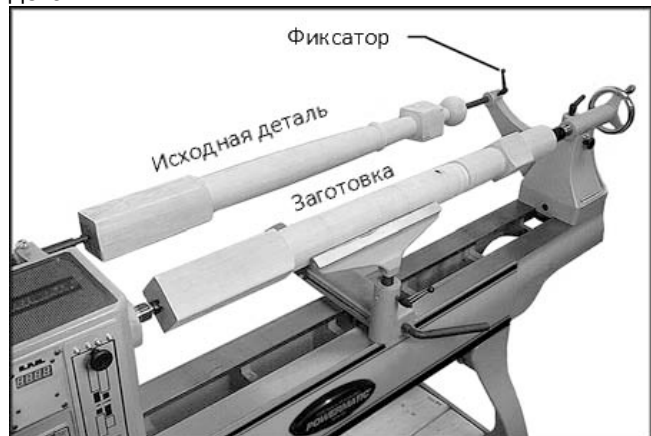

Рис. 30 (С опциональным удлинением станины)
3. Установите неподвижный центр копира в кронштейн копира и затяните рукоятку. См. Рис. 30.
5. Установите исходную деталь между центрами копира, как показано на Рис. 30.